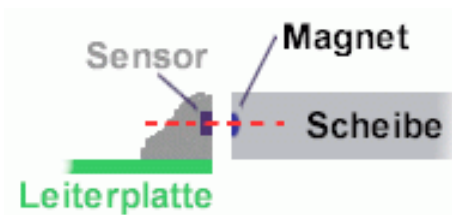

Abbildung 2 Korrekte Ausrichtung von Magnetring und Sensor.
- Dabei darauf achten, dass sich die Magnete in dem Magnetring auf Höhe des Sensors befinden, siehe Abbildung 2.